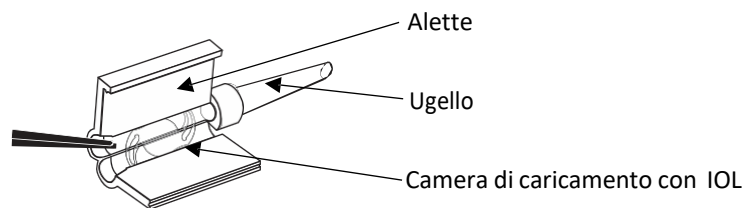

Fig. 1
7. Mantenere le alette della cartuccia aperte, centrare la IOL e posizionare le estremità delle aptiche sotto il bordo delle scanalature. Premere delicatamente con le pinze la lente assicurandosi che i bordi dell'ottica siano effettivamente posizionati sotto il bordo delle scanalature come illustrato in Fig. 1.